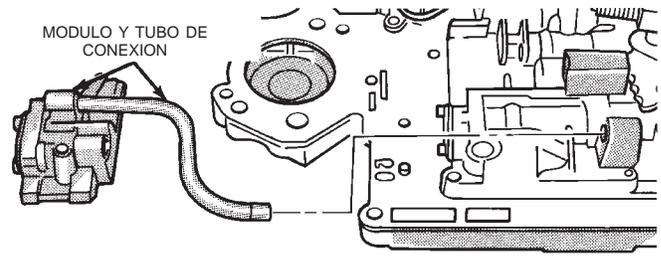

Fig. 46 Módulo de embrague y tubo de conexión
(12) Retire los tornillos que fijan el módulo del embrague del convertidor al cuerpo de válvulas y retire el módulo y el tubo de conexión (Fig. 46).